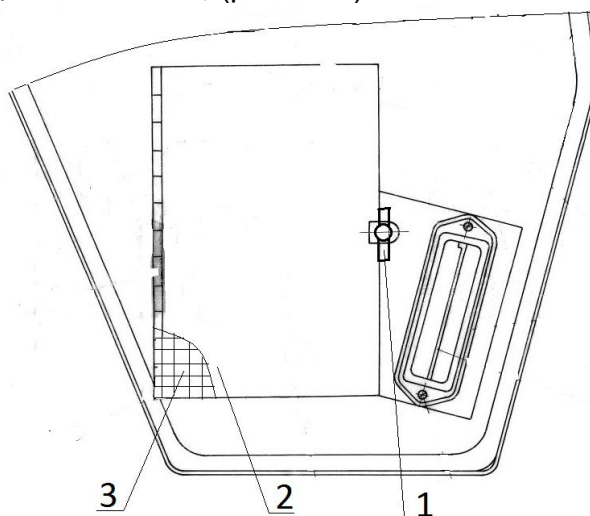

Рис. 75.4
- Открутить барашек 1; (рис.75.4).
- открыть крышку 2; (рис.75.4).
- Извлечь фильтрующий элемент 3; (рис.75.4).